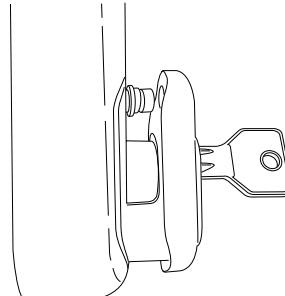

FIG. 17
2. Ruotare la chiave fino ad allineare la camma e sfilare il blocco cilindro dall'elettromaniglia fig. 17;
2. Tourner la clé de manière à aligner la came et retirer le bloc-cylindre de la poignée électrique fig. 17 ;
2. Drehen Sie den Schlüssel so lange, bis der Nocken geflüchtet resultiert und ziehen Sie den Zylinderblock des Elektrodrückers ab, Abb. 17;
2. Turn the key until the cam is in line and remove the cylinder block from the electric handle (fig. 17);
2. Gire la llave hasta alinear la leva y extraiga el bloque del cilindro de la electromanilla Fig. 17;
2. Draai de sleutel totdat de kam uitgelijnd is en verwijder het cilinderblok uit de elektrische handgreep fig. 17;